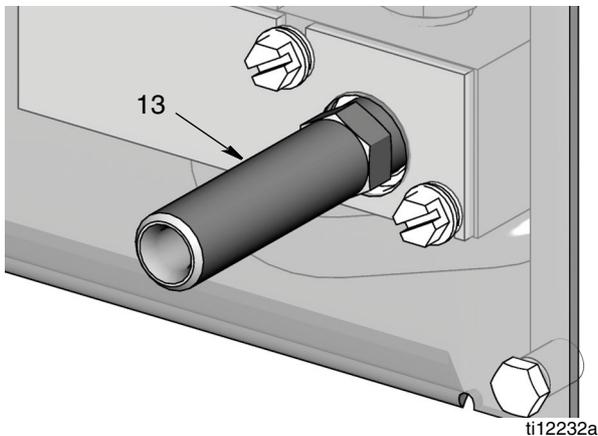

FIG. 19
9. Installez l'adaptateur du mamelon (13) au collecteur (14) à travers le gros trou dans le panneau avant (107) (FIG. 19).